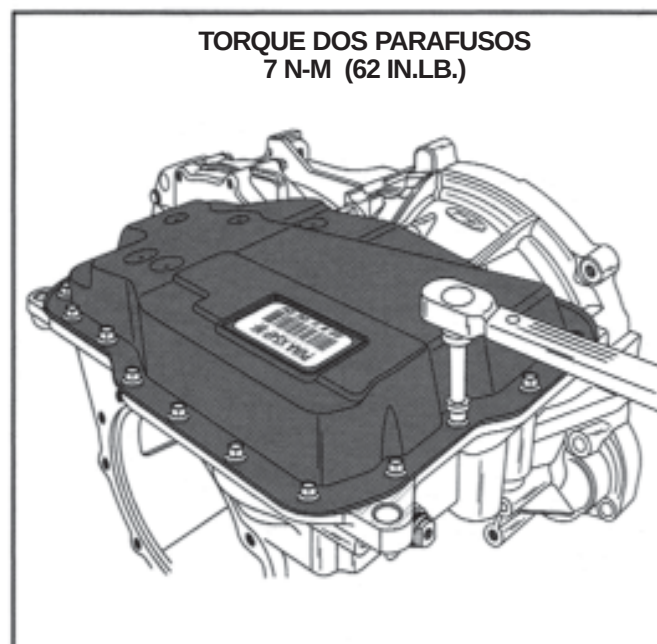

Figura 164
25. Instale os 20 parafusos do cárter e aperte-os com torque de 7 N-m (62 in.lb.), conforme ilustrado na Figura 164.